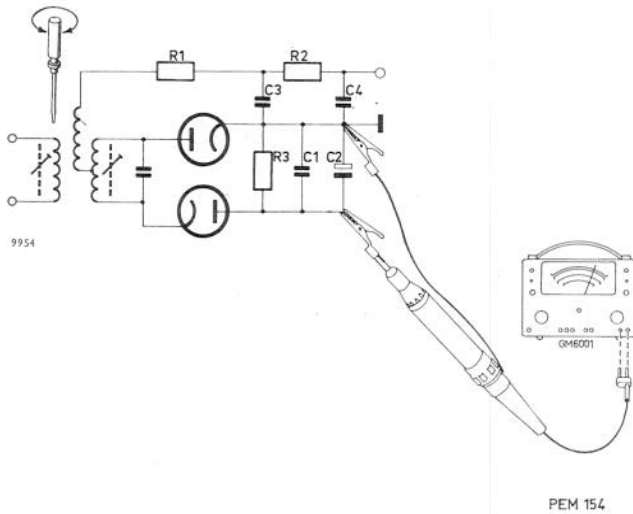

Fig. 17. Afregeling van de m.f.-kringen
6. Regel de kern van de primaire kring (fig. 17) van het laatste m.f.-bandfilter (ratiodetector) op maximale uitslag van de buisvoltmeter. Stel hierbij de uitgangsspanning van de generator voortdurend zodanig in, dat de uitslag van de buisvoltmeter niet groter wordt dan – 3V.
1. Sluit de buisvoltmeter aan over de elektrolytische condensator C2 (fig. 17). Stel in op een meetgebied van  $-3$  V gelijkspanning.